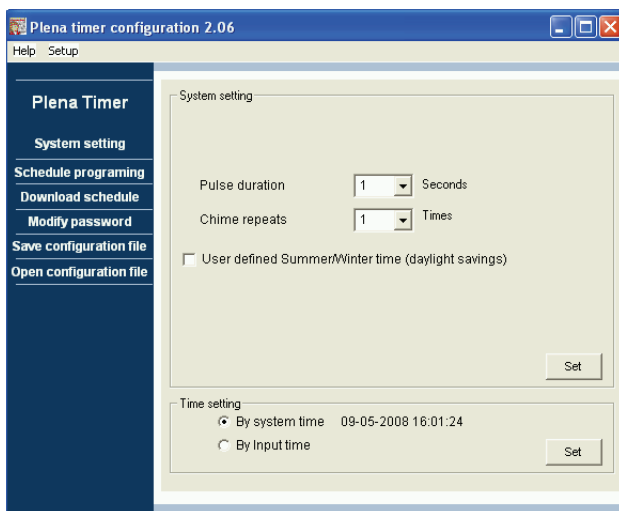

figura 8.10: Menu principal
- 3 Introduza a palavra-passe (12345678) no campo Enter password e clique na tecla OK. Aparecerá o menu principal (consulte a figura 8.10).
Depois de introduzir a palavra-passe correcta, aparece o menu principal (consulte a figura 8.10). Utilize as teclas azuis à esquerda desta janela para aceder a todas as janelas do software de configuração.